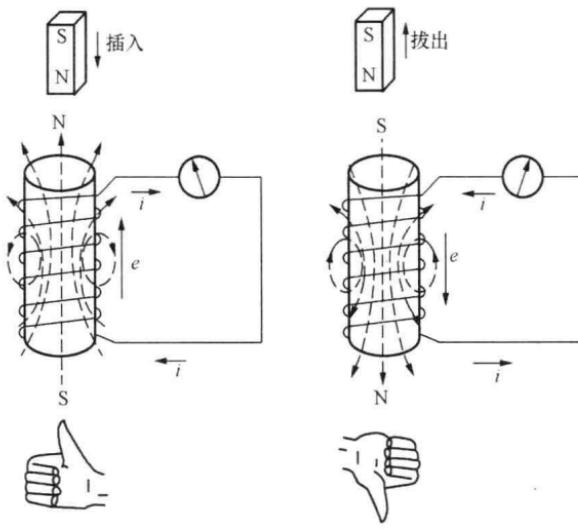

图 1-10 条形磁铁插入或拔出线圈时产生感应电流
(2) 线圈中磁通变化产生感应电动势。如图 1-10 所示，当把条形磁铁的 N 极插入或拔出线圈时，检流计指针都会偏转，但偏转方向不同。当磁铁在线圈中静止不动时，检流计的指针不偏转。检流计指针偏转说明线圈中产生了感应电流，指针偏转方向